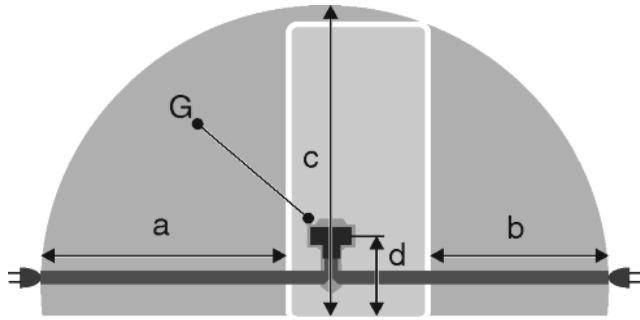

Fig. 20
- Steckdose liegt außerhalb des Geräterückseitenbereichs im gegebenen Bereich *Fig. 20 (a, b, c)*.
- ▶ Gerätestecker *Fig. 20 (G)* auf der Rückseite des Gerätes einstecken. Auf richtiges Einrasten achten.